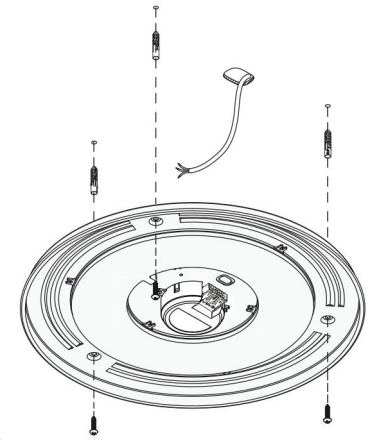

Bild 2
- Bild 2:** Die Bohrlöcher an den entsprechenden Stellen anzeichnen, die Löcher bohren und die Dübel einsetzen. Bei Holzwänden oder Leichtbauwänden passendes Material verwenden. Die Zuleitung durch das Loch in der Grundplatte schieben. Die Grundplatte anschrauben.